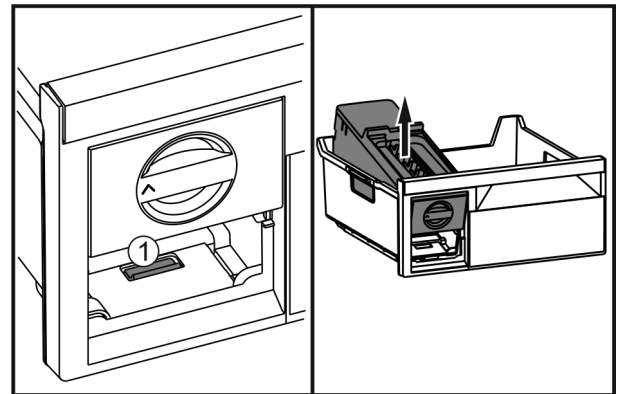

Fig. 47
- ▶ Stlačte sponu Fig. 47 (1), nadvihnite zariadenie EasyTwist-Ice zozadu a vyberte ho zo zásuvky na zmrazovanie.